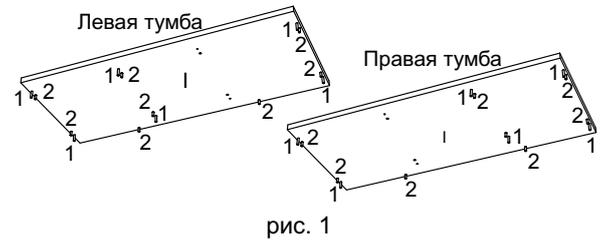
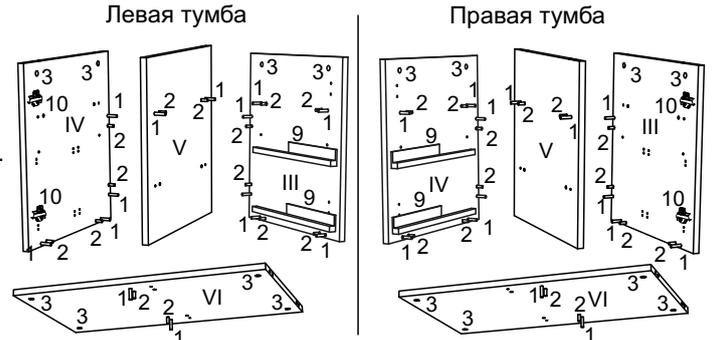

рис. 1
рис. 2
1. Перед сборкой корпуса тумбы подготовить детали предварительно установив необходимую фурнитуру. В топ тумбы (I) вбить шканты (1) и вкрутить дюбеля эксцентриковой стяжки (2) в соответствующие отверстия(рис. 1). В опору среднюю (V), полку среднюю (VI), правую (III) и в левую (IV) боковины вбить шканты (1) и вкрутить дюбеля эксцентриковой стяжки (2) вставить эксцентрики (3) стрелкой в направлении отверстий в торцах. Если собирается тумба в левом исполнении к правой боковине (III) прикрутить направляющие (9) винтами 6,3x11(6), к левой (IV) ответные планки (10) на винты 6,3x13 (17), если в правом, наоборот: направляющие (9) к левой (IV), ответные планки (10) к правой (III)(рис. 2). В дно (II) и стойку (IX) вставить эксцентрики (3) стрелкой в направлении отверстий в торцах. В заднюю стенку (VIII) вбить шканты (1) и вкрутить дюбеля эксцентриковой стяжки (2) вставить эксцентрики (3). К двери (VI) саморезами 3,5x15 (19) прикрутить петли (11).